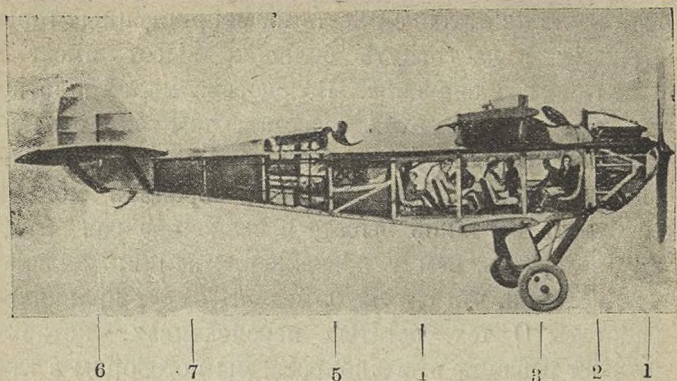

Рис. 15. Разрез пассажирского аэроплана.
Пассажирские аэропланы, в отличие от военных, имеют особое помещение для пассажиров, почты и багажа. На рис. 15 изображен пассажирский биплан английской системы Дехэвилленд на 8 человек (не считая летчика и механика). На этом аэроплане стоит 12-ти цилиндровый мотор Нэпир (2) мощностью в 450 л. с. На валу мотора насажен большой двухлопастный воздушный винт (пропеллер)—1. Позади мотора, между несущими поверхностями (крыльями), отделенная огнепроницаемой перегородкой находится кабина для пассажиров (4). Пассажиры сидят в глубоких, мягких креслах и через боковые окна могут любоваться медленно уплывающими назад видами. Позади пассажирской кабины, выше ее, сидят летчик (5), имеющий свободный вид в обе стороны и вперед. Рукою летчик управляет рулями глубины и направления, а ногами, нажимая на педали, он может давать самолету крен в ту или другую сторону. За спиной летчика находится помещение для багажа и почты (7). Дальше влево корпус (фюзеляж) аэроплана несет хвост и рули (6).